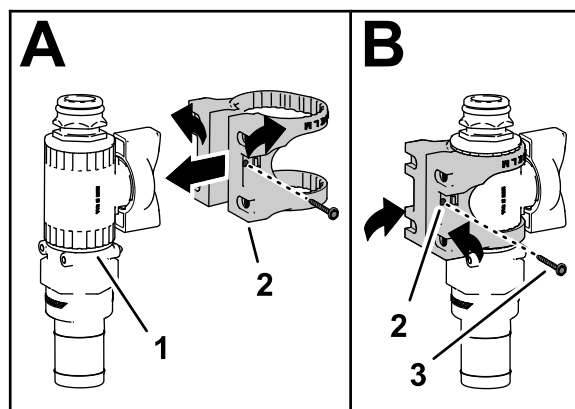

图 37
6. 如图 37 中的 A 所示将阀安装座装到直通控制阀上。
7. 用凸缘头螺丝 6 号将阀安装座固定至控制阀然后用手拧紧螺丝 图 37 中的 B。